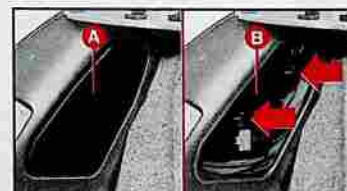

fig. 19
- 1) De l'intérieur du coffre à bagages, dévisser la vis de fixation et enlever la protection **A**-fig. 19.